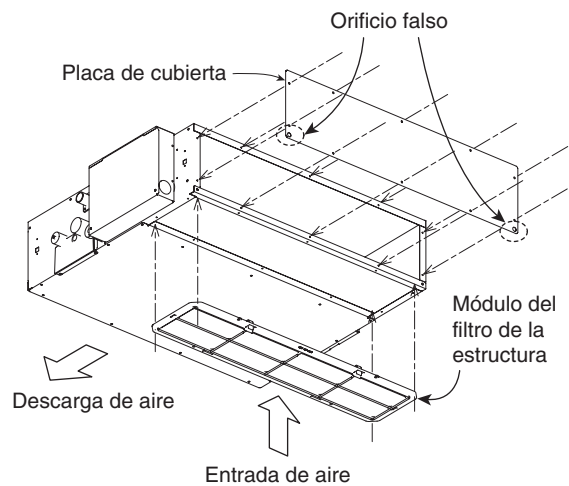

Fig. 3-5
- (2) Consulte el diagrama para acoplar la placa de cubierta y el módulo del filtro de la estructura en la dirección de la flecha. (Fig. 3-5)